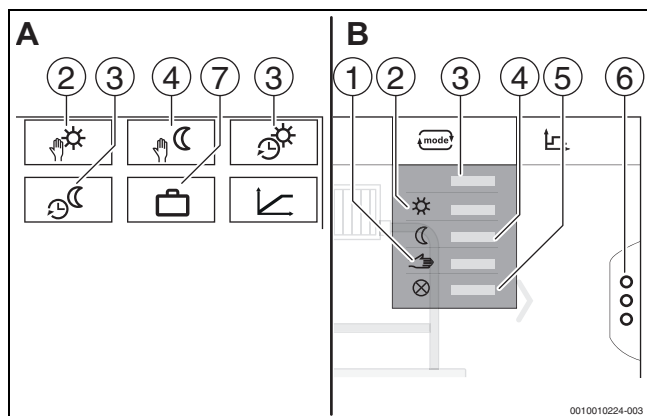
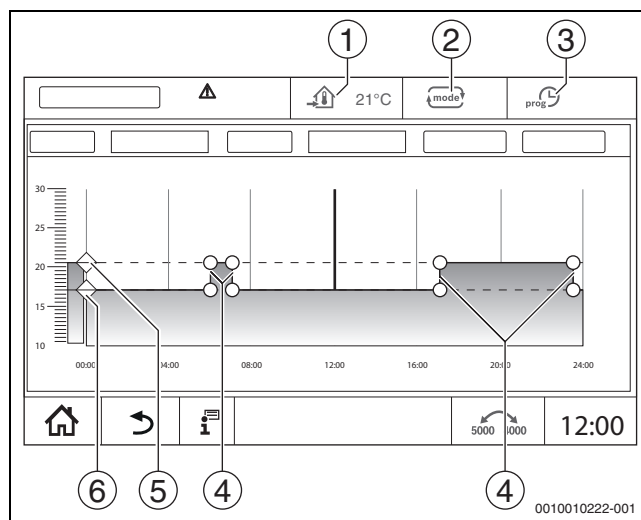

Bild 37 Ansichten Betriebsarten
Bild 38 Automatik Absenkbetrieb im Zeitprogramm ändern
Für die Betriebsarten (→ Bild 38, [2], Seite 70) und die erweiterten Funktionen (→ Bild 37, [6], Seite 37) können jeweils eigene Temperaturen und Umschaltkriterien eingestellt werden. Die Einstellungen können für jeden Heizkreis und jede Betriebsart separat vorgenommen werden.
- **Manuell Heizbetrieb** (→ Bild 37, [2])
- **Manuell Absenkbetrieb** (→ Bild 37, [4])
- **Urlaub** (→ Bild 37, [7])
Der **Automatik Heizbetrieb** wird über die Parameter in den Servicemenüs vordefiniert. Die Parameter lassen sich im Zeitprogramm ändern (→ Bild 38, [4], [5], Seite 70).
Der **Automatik Absenkbetrieb** wird über die Parameter in den Servicemenüs vordefiniert. Die Parameter lassen sich im Zeitprogramm ändern (→ Bild 38, [4], [6], Seite 70).
- ▶ Temperaturen durch Verschieben der Punkte (→ Bild 38, [5], [6]) ändern.